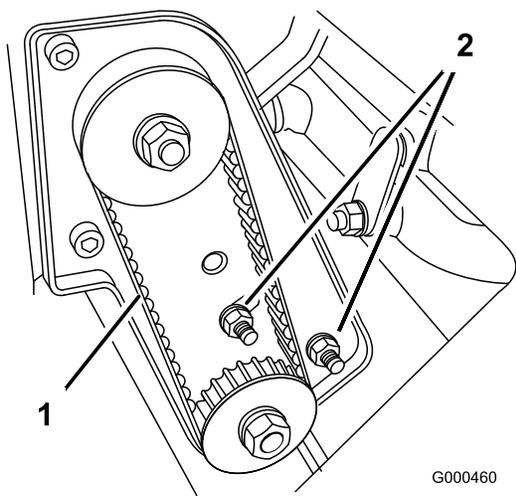

图42
A. 松开轴承座安装螺母 (图42)。
C. 固定扭矩扳手设置，拧紧轴承座安装螺母（图42）。输送带不可过紧。